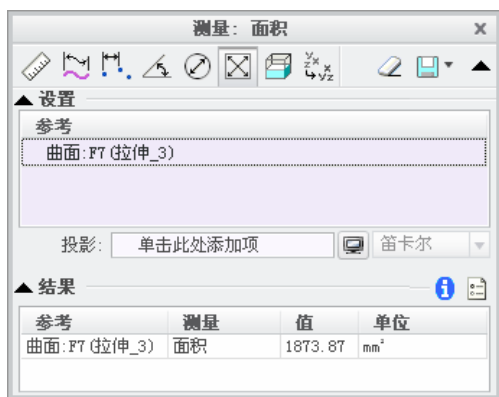

图 8.1.23 “测量：面积”对话框
Step3. 在弹出的“测量：汇总”对话框中，单击“面积”按钮 ，如图 8.1.23 所示。
- (2) 在图 8.1.23 所示的“测量：面积”对话框的结果区域中，可以查看测量的结果。